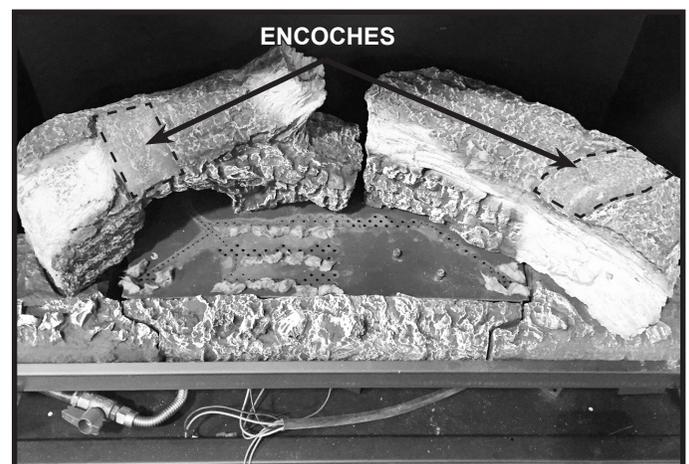
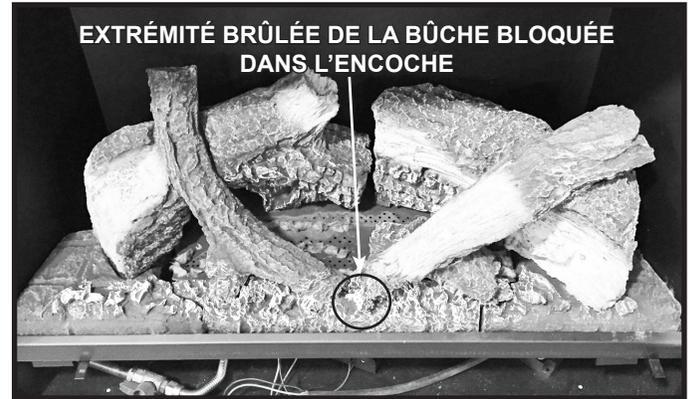

Figure 6. Glowing Embers® installés
Figure 9. Bûche supérieure droite installée - Jeu de bûches complet
- Les bûches supérieures de gauche et droite, lesquelles reposent en travers des bûches arrière gauche et droite, utilisent les « encoches » des bûches arrière gauche et droite pour une bonne disposition. Voir la figure 6.
- Retirez la bûche supérieure gauche de l'emballage. Placez la bûche sur l'encoche de la bûche arrière gauche. L'encoche est montrée à la figure 6. Les deux points inférieurs de la bûche reposeront sur le composant de l'âtre du centre. Voir la figure 7.
- Retirez la bûche supérieure droite de l'emballage. Une encoche se trouve dans la bûche arrière droite, laquelle « loge » la bûche supérieure droite. L'encoche est montrée à la figure 6. L'extrémité brûlée de la bûche bloquera dans l'encoche du composant de l'âtre central. Voir la figure 9.